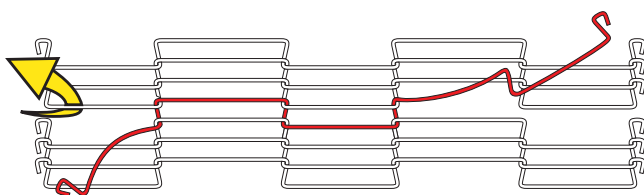

Abbildung 5
- Wiederholen Sie diese 3 Schritte bis Sie die Außenkante des Gurtes erreichen (Abbildung 5).
- Mit einer Zange verbinden Sie die Abschlusskante des Stabes mit der Abschlusskante des Gurtes durch das Einhängen der Abschlusskante in die Masche F - Abbildung 5 auf der Ihnen abgewandten Seite.